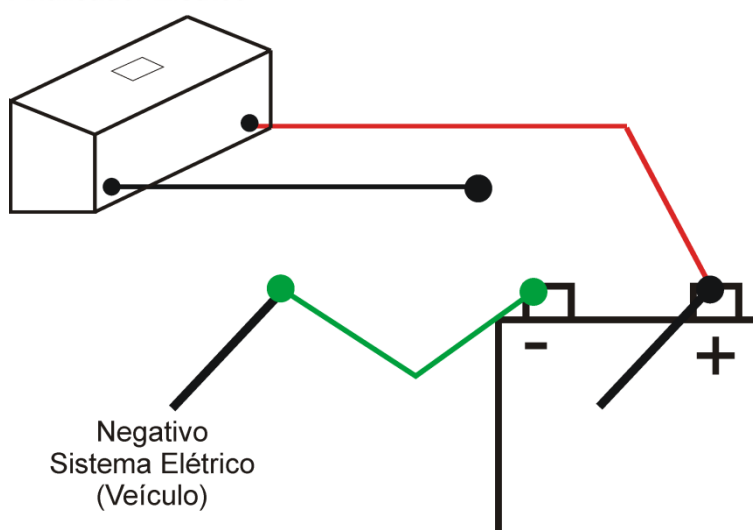

Fig. 2 – 2º Passo.
- ✓ Desconecte o cabo negativo do sistema elétrico da bateria (o sistema elétrico do carro deverá permanecer ligado através do cabo auxiliar verde – ver **fig.2**);